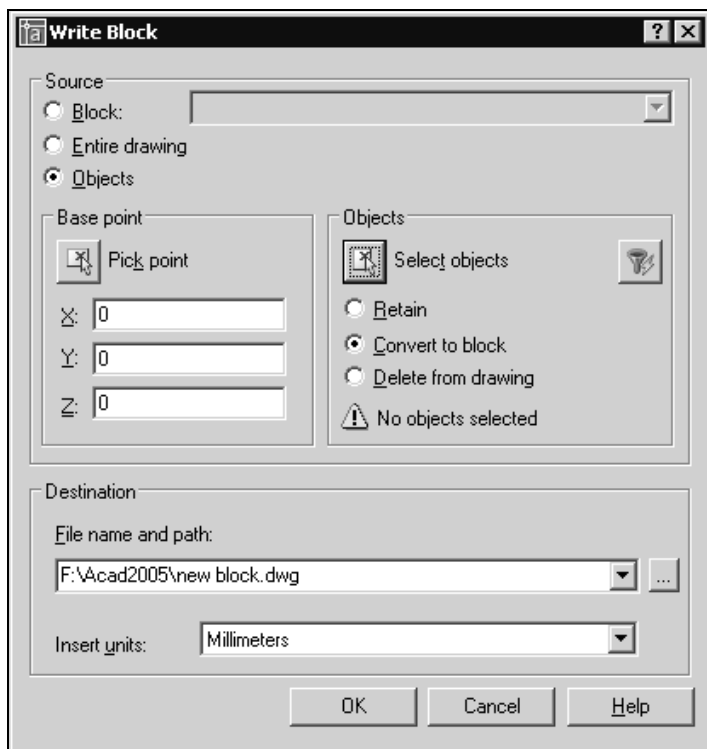

Рис. 17.3. Диалоговое окно для сохранения выбранных объектов чертежа в отдельном файле
1. В командной строке введите команду **WBLOCK** (ПБЛОК) и нажмите клавишу <Enter>. Появится диалоговое окно **Write Block** (Запись блока на диск) (рис. 17.3).